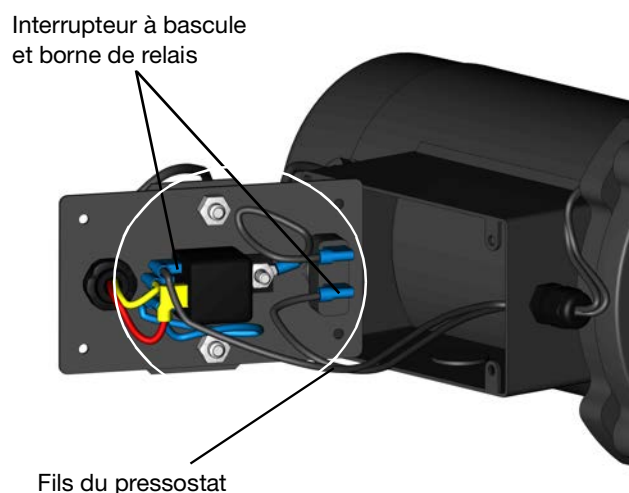

FIG. 41
10. Connectez les fils du pressostat à l'interrupteur à bascule et à la borne du relais (FIG. 41).
8. Sertissez les connecteurs à l'extrémité des fils du pressostat (FIG. 41).